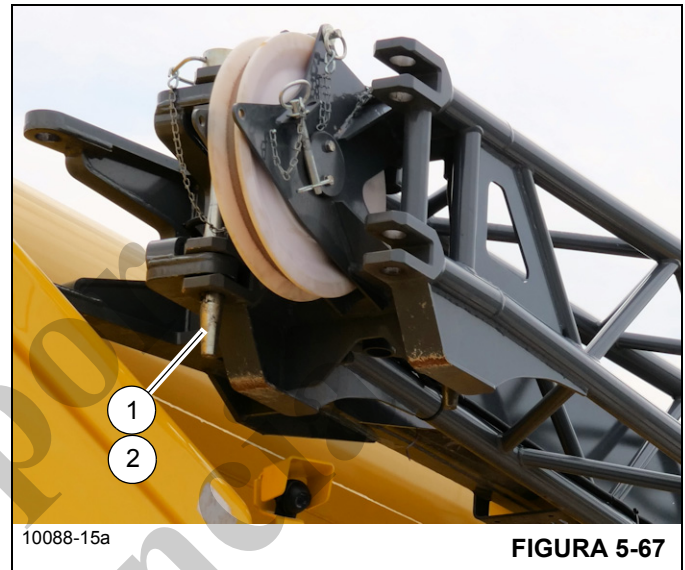

FIGURA 5-67
12. Retire la pinza de retención (1, Figura 5-67) y el pasador (2) para desprender la sección de la base de la extensión de la pluma de la sección de extremo. Ubique el pasador en su soporte en la sección de base de la extensión de la pluma y fíjelo con una pinza de retención.